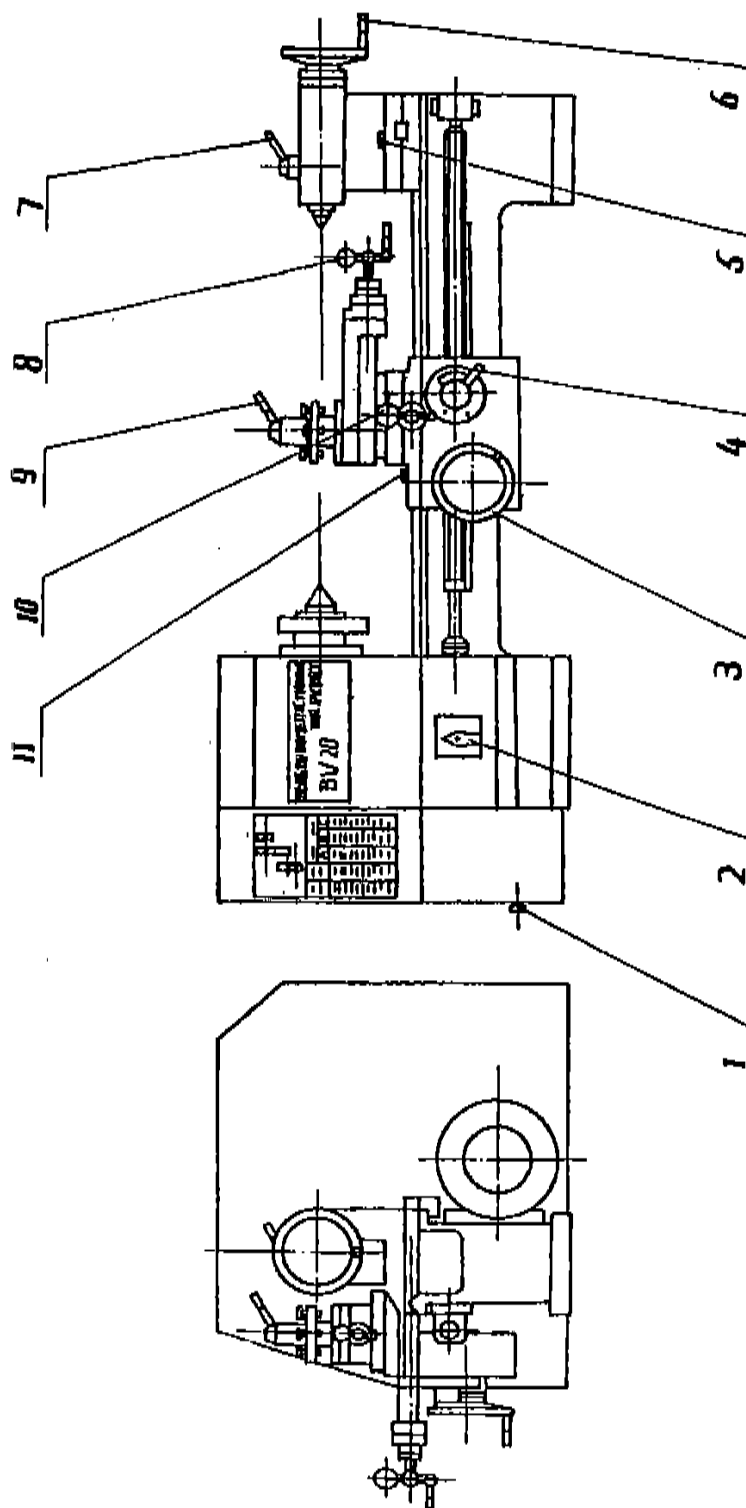

Abb. 4 Bedienelemente
1. Bedienung (siehe Abb. 4)
Die 6-Kant Schraube (11) in Abb. 4 dient dem Festklemmen des Bettschlittens beim Plandrehen. Nachdem der Bettschlitten in die erforderliche Position gefahren wurde, diesen zum Plandrehen festklemmen.